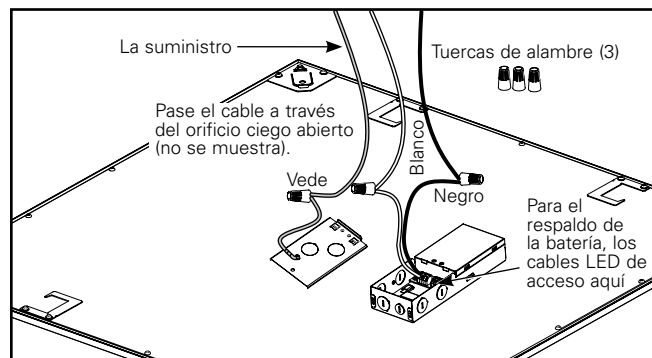

Figura 5.
7. Utilice el expulsor de apertura para ingresar la línea de alimentación. Utilice los tres empalmes plásticos provistos para conectar el cable de tierra con el cable de alimentación verde, el cable negro (línea) con el cable de alimentación negro y el cable blanco (neutro) con el cable de alimentación blanco. (Figura 5.)
Nota: Este dispositivo es compatible con los sistemas de respaldo de batería, incluidos los Surelites EBPLED7W y EBPLED14W. Si utiliza un sistema de respaldo de batería, retire la placa de la cubierta del controlador para acceder a los cables de carga LED y siga las instrucciones de cableado de respaldo de la batería (Figura 5). Asegúrese de volver a instalar la placa de la cubierta del controlador después del cableado.